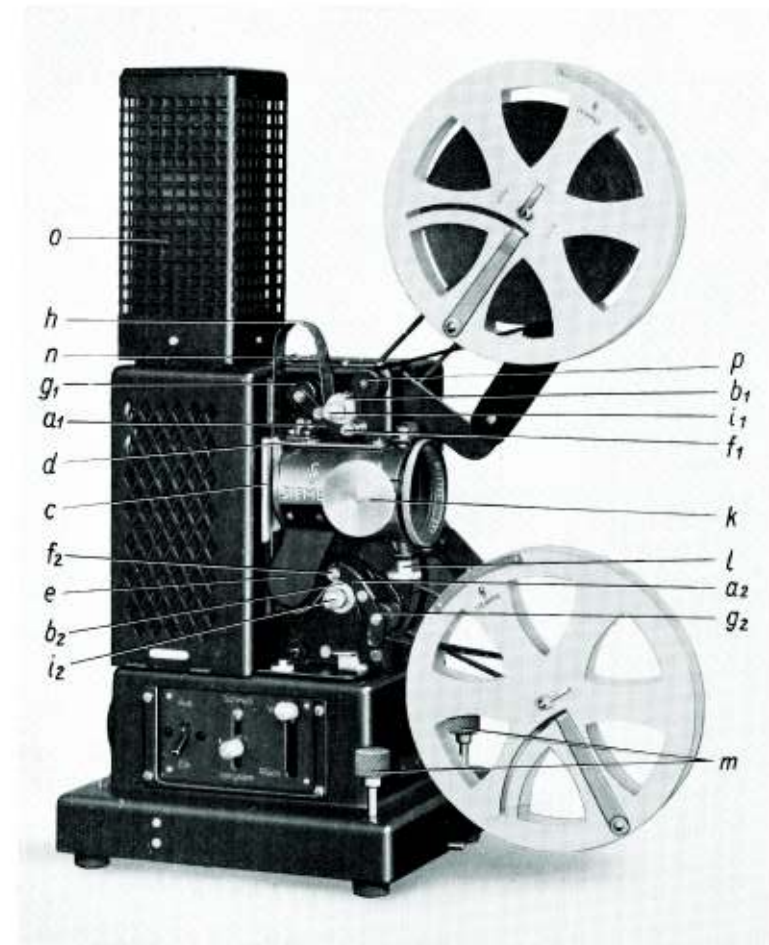
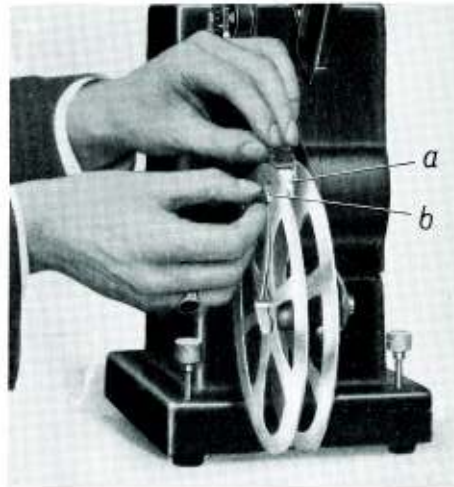

Bild 9. Projektor mit eingelegtem Film.
Bild 10.
Durch Verrücken des Projektors nach links oder rechts Bild seitlich, durch Drehen der Höheneinstellschrauben (m in Bild 9) in der Höhe ausrichten.
Spule mit Film auf Achse des oberen Spulenträgers stecken, wobei Schwenkarm (b in Bild 10) auf der Seite liegen muß, auf der sich umlegbare Zunge befindet. Zunge in der Richtung umlegen, daß sie Schwenkarm nicht behindert (Bild 9). Leerspule in gleicher Weise auf Achse des unteren Spulenträgers aufsetzen.
1. Andruckrollenhalter (a_1 , a_2 in Bild 9) von Zahntrommeln (b_1 , b_2) abdrücken bis zum Einrasten.
9. Schwenkarm (b in Bild 10) der unteren Filmspule nach außen schwenken und Ende des Filmbandes in federnde Klemme (a) einklemmen.
Drehen des Stellknopfes (k in Bild 9).
Die zwischen zwei aufeinanderfolgenden Filmbildern liegende Trennungslinie, der Bildstrich, durch Drehen an der Bildstricheinstellschraube (l in Bild 9) aus der Bildfläche herausbringen. Bildstrich und Bildschärfe während der Vorführung beobachten und gegebenenfalls nachstellen!